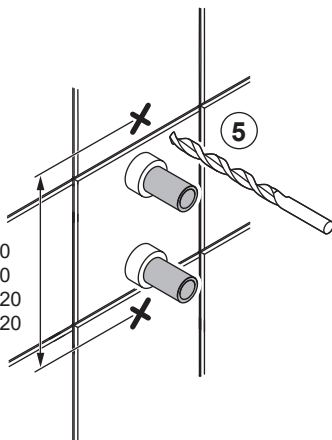

Fig. 1
Alla infästningar med skruv genom tätskikt ska tätas, se "Fig. 1" eller "Fig. 2". Material för tätning ska fästa mot underlaget och vara vattenbeständigt, mögelresistent och åldersbeständigt.
5. The screw mountings where the bath or shower will be installed should be of a sturdy design, for instance made of concrete, wooden studs, wooden nogging pieces or a design that has been tested and approved for mounting. If mountings are fitted with screws through the moisture barrier, the holes must be sealed. See "Fig. 1" or "Fig. 2". The sealant material must attach firmly to the underlying surface and be water-resistant, mould-resistant and non-ageing.
5. Skru innfestinger på steder for bad eller dusj skal gjøres i betong eller annen massiv konstruksjon, trebjelker, trestendere eller i konstruksjon som er testet og godkjent for innfesting. Alle innfestinger med skruer gjennom tettesjikt skal tettes, se "Fig. 1" eller "Fig. 2". Materialet for tetting skal feste mot underlaget og være vannbestandig, muggresistent og aldersbestandig.